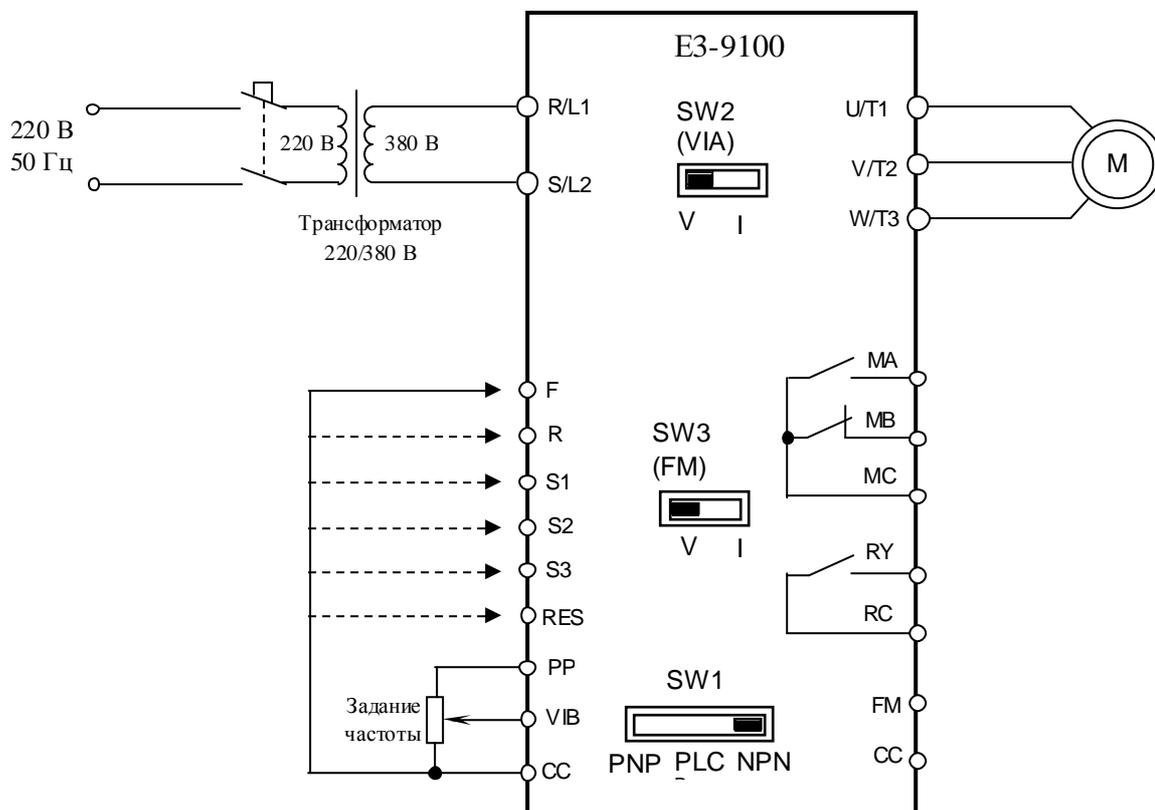

Рис. 4.12. Диагностика цепей управления E3-9100
4.11.1. Подключить электродвигатель к выходным клеммам U/T1, V/T2, W/T3 (рис.4.12).